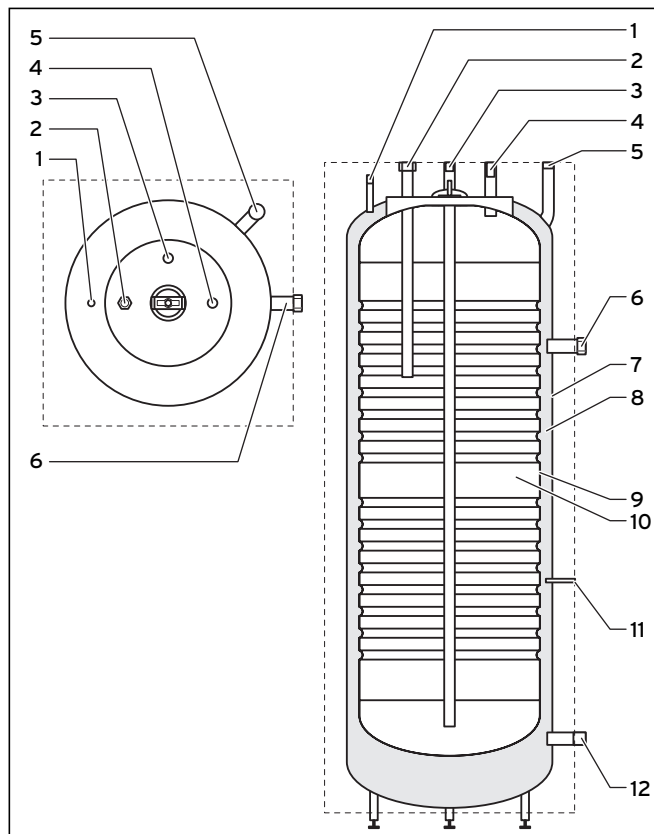

Fig. 2.1 Raccords tuyauterie, vue gauche
Le VDH 300/2 est à ballon à double manteau, c'est-à-dire qu'un réservoir intérieur de ballon (cf. fig. 2.1, réf. 9) est soudé dans un réservoir extérieur (7). Environ 85 l d'eau peuvent circuler dans l'interstice annulaire qui les sépare. Le réservoir intérieur en acier inoxydable dispose d'une capacité de 268 litres. Cette construction du ballon d'eau chaude sanitaire permet la transmission de quantités de chaleur très importantes sur le volume secondaire (10) du ballon. Vous pouvez de surcroît exploiter ce ballon avec de l'eau fortement calcaire sans aucun problème.